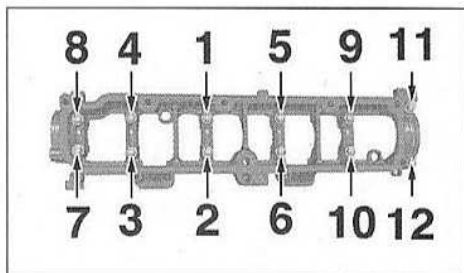

FIG.107
- Serrer les vis de la partie supérieure (7) du carter-paliers d'arbre à cames dans l'ordre prescrit (Fig.107).